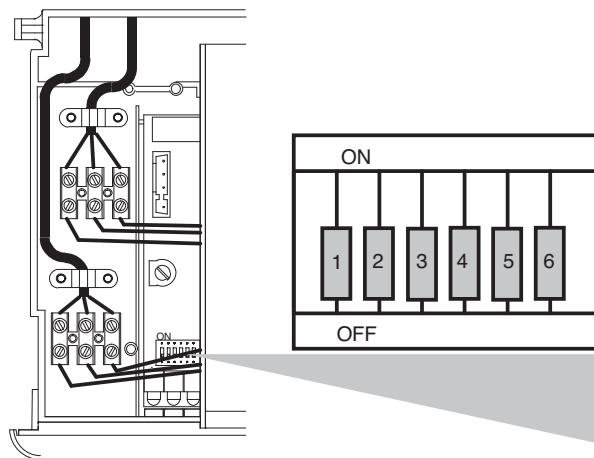

Рисунок 9.12
- После завершения внесения в память данных отключите подачу электрического питания к котлу и поставьте «впаиваемый в печатную плату пакет миниатюрных переключателей» в положение ВЫКЛ (Рисунок 9.12).